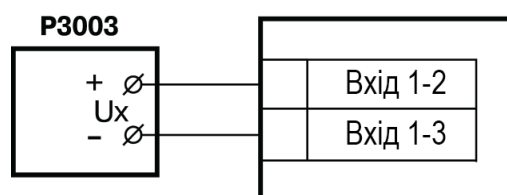

Рисунок 8.5 – Схема підключення компаратора напруги під час юстування
1. Підключити до Входу 1 пристрою замість датчика компаратор напруги типу Р3003 (або аналогічне джерело еталонної напруги з класом точності не менше 0,05) за схемою, наведеною на рисунок 8.5.